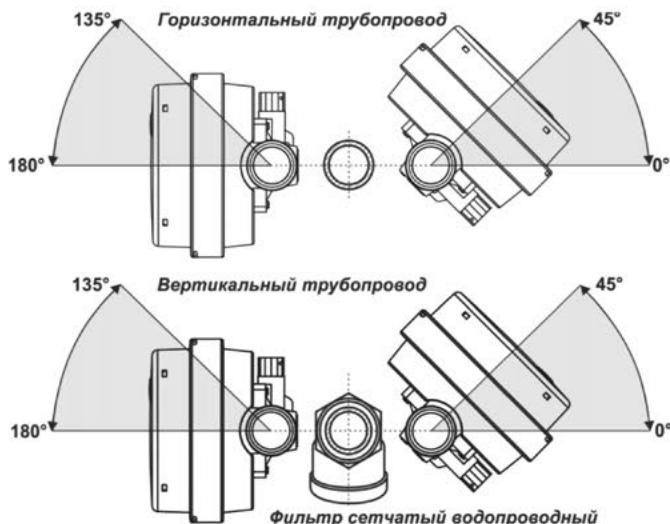

Рисунок 4 – Ориентация теплосчетчика при монтаже в трубопровод
- в вертикальный трубопровод в диапазонах 0°- 45° и 135°- 180° по отношению к оси продольного сечения фильтра сетчатого трубопроводного, рисунок 4;